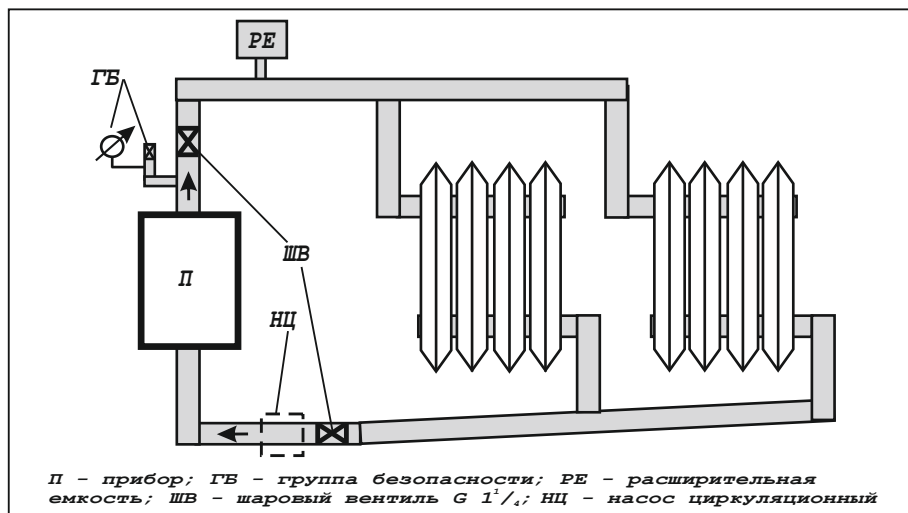

Рисунок 2 - Примерная схема системы отопления
5.9 **Внимание!** При эксплуатации прибора запрещается полностью или частично перекрывать шаровые вентили на входе и выходе из котла (см. рисунок 2).